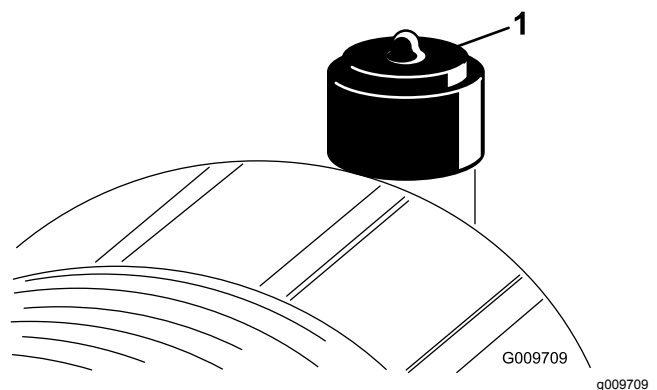

Figura 78
Faça a manutenção ao filtro de ar apenas quando o indicador de manutenção (Figura 78) o exigir. Mudar o filtro de ar antes de ser necessário apenas aumenta a possibilidade de entrar sujeira no motor quando retira o filtro.
2. Reinicie o indicador (Figura 78) se este se apresentar vermelho.